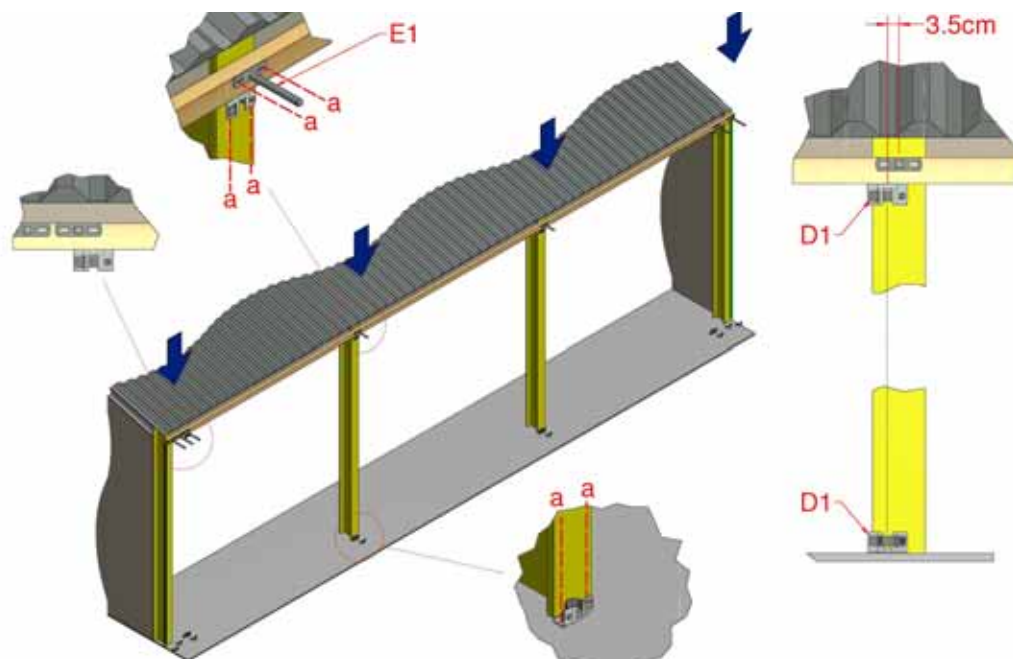
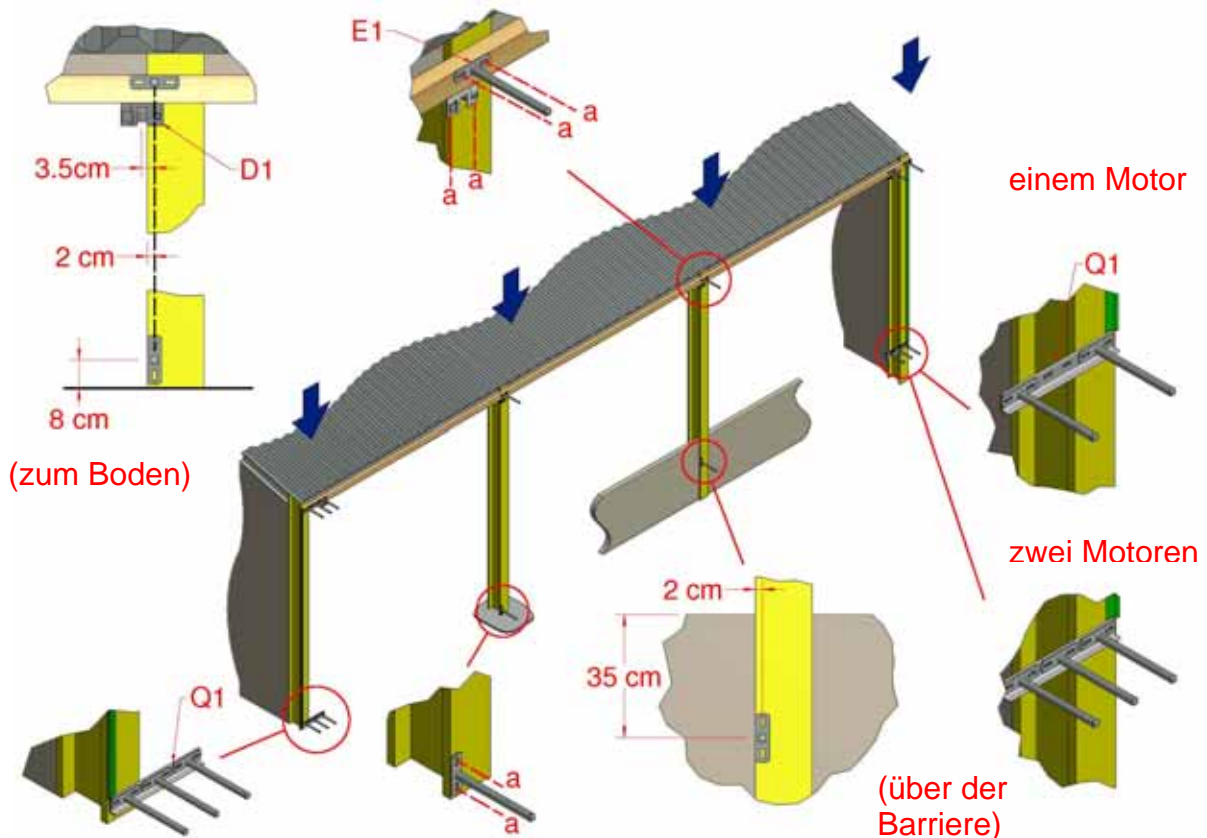

Abbildung 5a: Montage der Halterung für die mittleren Führungsrohre (stirn-/kopfseitige Ausführung)
Abbildung 5b: Montage der Halterung für die mittleren Führungsrohre (stirn-/stirnseitige Ausführung)
- 2.3 Obere stirnseitige Halterungen (E1) an den Zwischenpfosten der Hallenfelder montieren, wie in Abbildung 5a gezeigt. Die Oberkante dieser Halterungen muss horizontal in einer Linie mit den stirnseitigen Endhalterungen am Ende der Anlage liegen.
- 2.4 An jedem Zwischenpfosten der Hallenfelder die oberen Endstützen (D1) an der Unterseite des Holzträgers so befestigen, dass die Stützen gegenüber der Mitte der oberen stirnseitigen Halterung um 3,5 cm versetzt sind, wie in Abbildung 5a für stirn-/kopfseitige Konfiguration bzw. Abbildung 5b für stirn-/stirnseitige Konfiguration gezeigt.
- a) Bei stirn-/kopfseitiger Montage Löcher für die unteren inneren Endstützen (D1) so vorbohren, dass diese vertikal auf die oberen Endstützen ausgerichtet sind. Die Stützen werden erst dann befestigt, wenn die mittleren Führungsrohre befestigt werden, siehe Abbildung 5a.
- b) Bei stirn-/stirnseitiger Montage die untere stirnseitige Halterung (E1) so montieren, dass sie vertikal auf die obere stirnseitige Halterung ausgerichtet ist, und zwar in der in Abbildung 5b gezeigten Richtung. Dabei muss je nach bestellter Option auf den Abstand vom Fußboden oder unterhalb der Barriere geachtet werden. Untere Abdeckhalterung für stirn-/stirnseitige Montage (Q1) und stirnseitige Halterungen (E1) am Gebäudepfosten montieren, und zwar so, dass die Höhe den unteren stirnseitigen Halterungen an den mittleren Führungsrohren entspricht und die Halterung vertikal auf die oberen stirnseitigen Halterungen ausgerichtet ist.